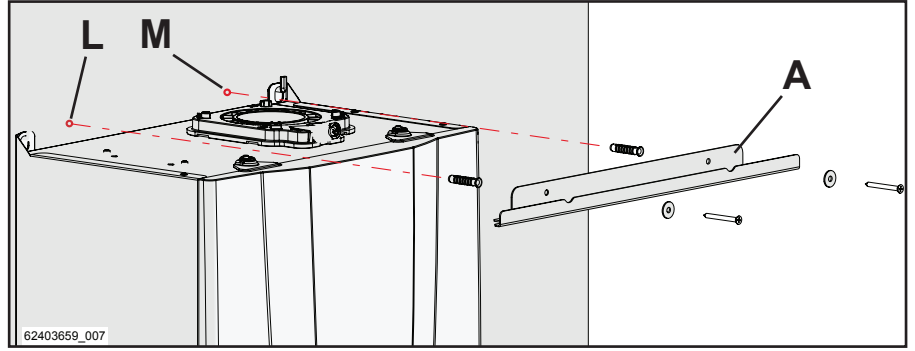

Figure 5-46
- 4.- Fixer au moyen des chevilles fournies dans le kit, l'étrier de fixation supérieur « A » au mur, comme indiqué sur la Figure 5-46;